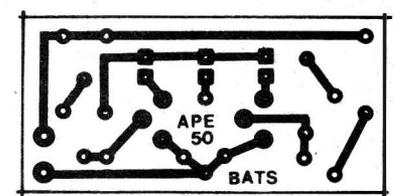

Fig.2
- FIG. 2 - LAY OUT DO CIRCUITO IMPRESSO ESPECÍFICO - Simples, pequeno e "descongestionado", o pa-